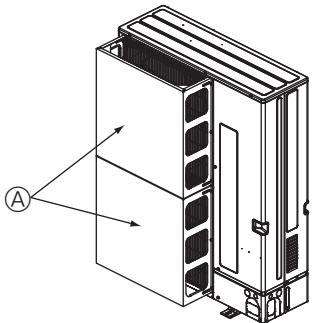

Fig. 2-16
- ① Τοποθετήστε έναν προαιρετικό οδηγό αέρα, εάν πρόκειται να εγκαταστήσετε τη μονάδα σε σημεία όπου υπάρχει ενδεχόμενο να φυσούν απευθείας στο στόμιο εξαγωγής του αέρα πολύ δυνατοί ανέμοι κτλ. (Fig. 2-16)